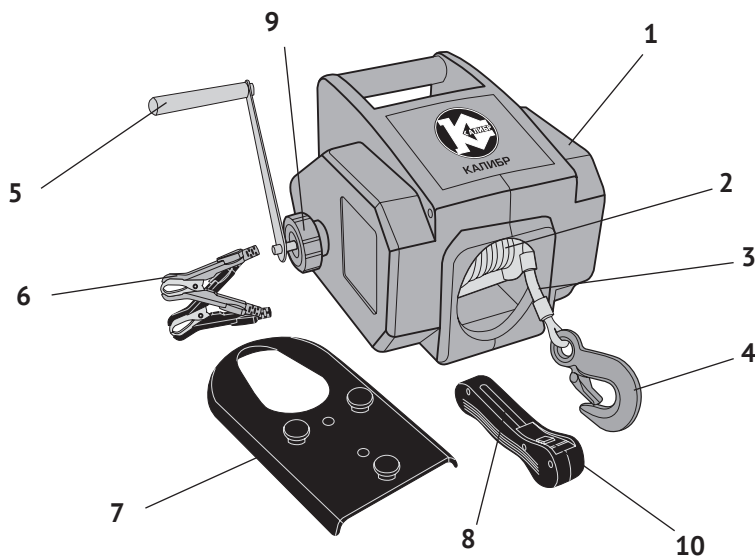
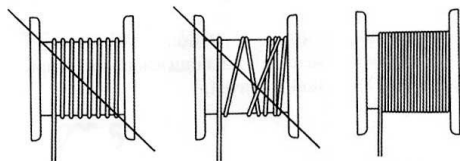

рис.1
рис.2
Монтажная панель (рис.1 поз.7) крепится к основанию лебёдки тремя болтами. В комплект поставки входят два болтовых соединения для закрепления лебёдки с монтажной панелью на подходящем для работы основании.
Управление включением двигателя для намотки троса на барабан осуществляется клавишей (рис.1 поз.10) пульта управления.
4.1 Общий вид электролебёдки представлен на рис.1
4.2 Двигатель постоянного тока, муфта сцепления и шестерёнчатый редуктор лебёдки расположены в пластиковом корпусе (рис.1 поз.1). В нижней, правой части корпуса находится отсек (закрыт пластиковой крышкой) с разъёмами для подключения проводов с зажимами и кабеля пульта управления.
Крутящий момент с якоря двигателя, шестерёнчатым редуктором передаётся на вал барабана (рис.1 поз.2) электролебёдки.
Стальной многожильный трос (рис.1 поз.3), намотанный на ось барабана с закреплённым на нём крюком (рис.1 поз.4) является основным рабочим инструментом лебёдки.
Управление включением двигателя для натяжения троса осуществляется с выносного пульта (рис.1 поз.8). Включение двигателя электролебёдки производится нажатием на клавишу включения двигателя (рис.1 поз.10) в режиме «намотка». При удержании клавиши барабан наматывает трос – груз (автомобиль) подтягивается. Отпущенная клавиша пружиной возвращается в исходное положение – двигатель выключен, перемещение груза (автомобиля) останавливается.
Полностью закрученная муфта (рис.1 поз.9) устанавливает режим работы лебёдки – электромеханическое подтягивание груза. Открученная (около 2-х оборотов) муфта переключает лебёдку в ручной режим разматывания/смотывания троса или ручное подтягивание груза.
Прикрутите тремя болтами монтажную панель (рис.1 поз.7) к металлическому основанию монтажной рамы барабана. Используя два крепёжных отверстия в основании барабана и монтажной панели, закрепите лебёдку на подходящем основании, способном с двукратным запасом выдержать максимальное тяговое усилие при работе. Открыв крышку отсека в правой части корпуса, вставьте штекеры пульта управления и проводов с зажимами в соответствующие разъёмы на корпусе.
Подсоедините зажимы проводов (рис.1 поз.6) к клеммам АБ соблюдая полярность: красный провод к положительной, чёрный (синий) к отрицательной.
Убедитесь, что трос электролебёдки правильно намотан на барабан (рис.1 поз.2), как показано на рис.2.
При работе по первому варианту груз (автомобиль) перемещается тросом с основным крюком (рис.1 поз.4).
- убедитесь, что ручка муфты сцепления (рис.1 поз.9) закручена, для обеспечения электромеханического подтягивания груза;
При отсоединении муфты и установке рукоятки (рис.1 поз.5), лебёдка работает в ручном режиме намотки/размотки троса или ручном подтягивании груза.